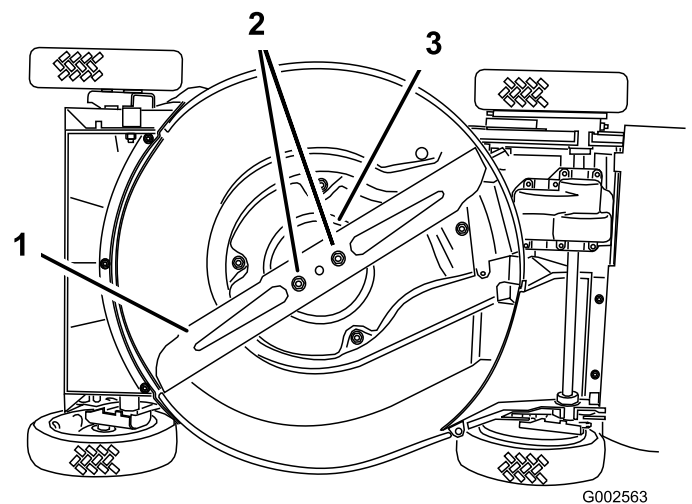

Figure 30
4. Basculez la tondeuse sur le côté **droit** (Figure 30).
Tenez la lame à son extrémité avec un chiffon ou un gant épais. Retirez les écrous de la lame, la coupelle de protection et la lame (Figure 30).
- Retirez les 2 écrous de la lame, la coupelle de protection et la lame (Figure 30).